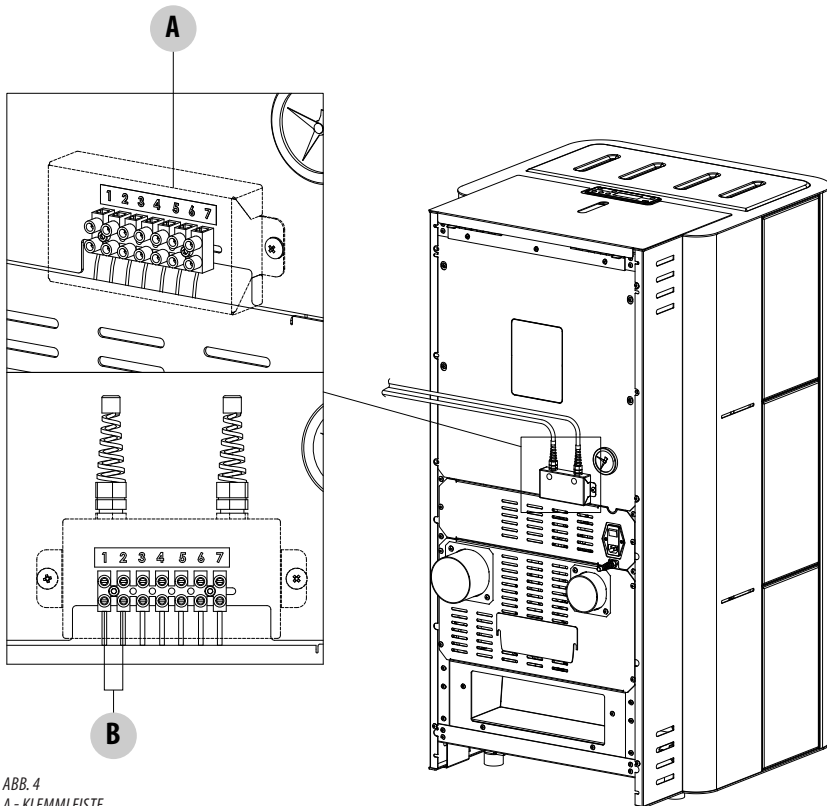

ABB. 4
- Wenn die Klemmleiste vorhanden ist, erfolgt der Anschluss des Kabels an den Anschlüssen 1-2 des Empfängers und an den Anschlüssen 1-2 der Klemmleiste am Ofen, siehe Abb. 4.